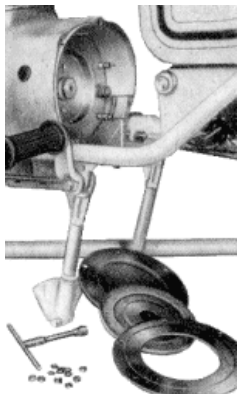

Bild 85. Einzelteile der Kupplung
3. Äußere Druckplatte, Kupplungsscheibe und innere Druckplatte abnehmen (Bild 85).